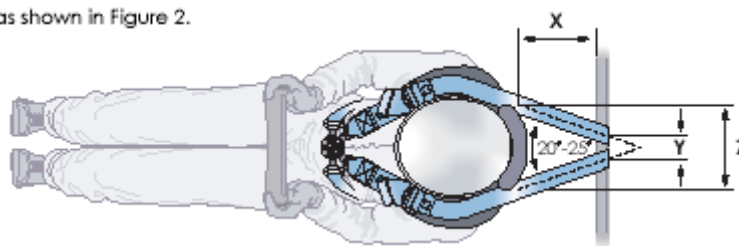

Рис.15-8 Положение точек крепления ремня для достижения нужного угла между лямками (при виде сверху).
2.3. Точки крепления плечевых лямок на автомобиле должны быть симметричны относительно вертикальной плоскости, проходящей через центральную линию сиденья водителя. При виде сверху угол между ремнями должен составлять приблизительно 20-25 градусов как показано на рис. 15-8.
- размер X(мм) = расстояние от заднего края поверхности HANS® несущей нагрузки ремня до точки крепления ремня на автомобиле (мм) как показано на рис.15-8
- размер Y(мм) = "Разнос" по центрам двух плечевых лямок на точках крепления на автомобиле (мм) как показано на рис.15-8.